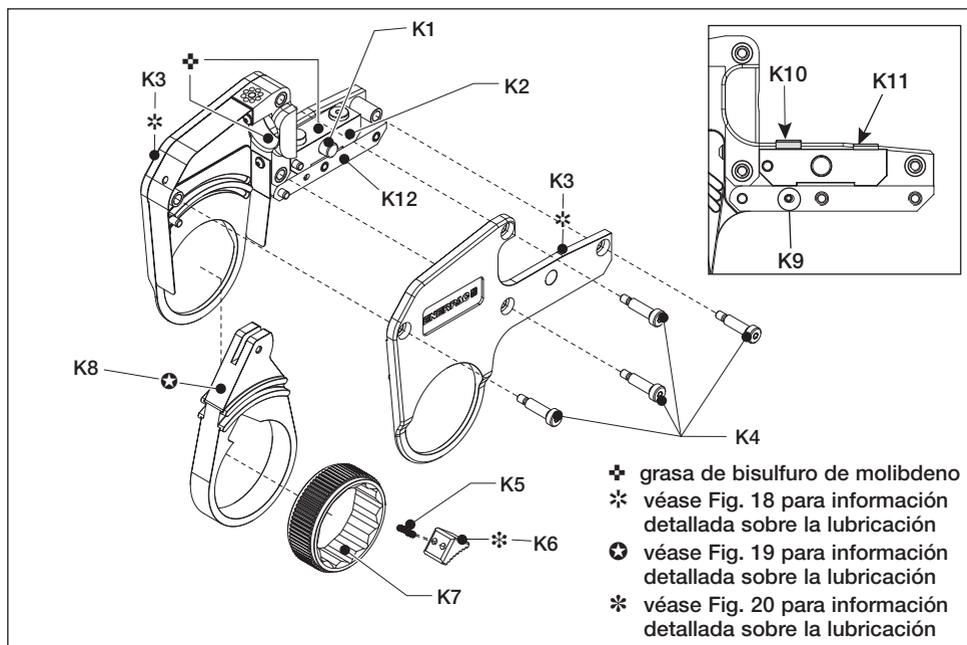

Fig. 16
5.4 Mantenimiento preventivo - Cassette (Fig. 16, 18, 19 y 20)
(Fig. 16, 18, 19 y 20)